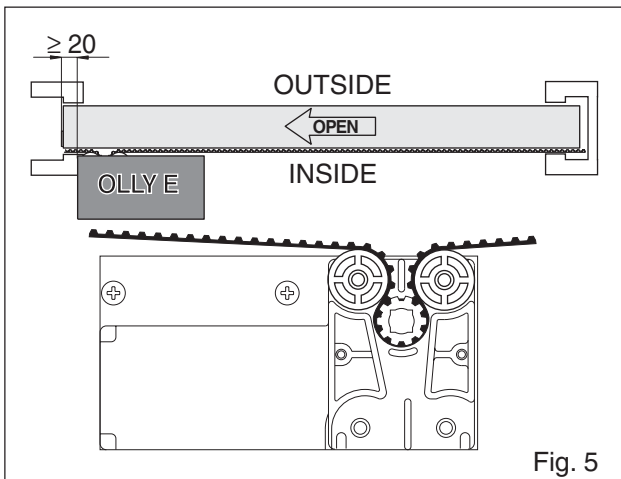
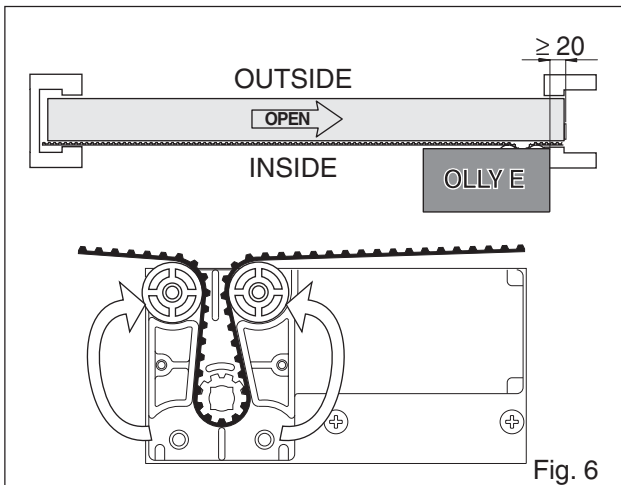
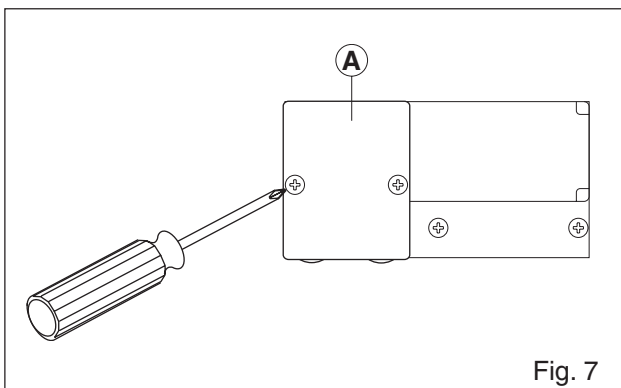

Fig. 5
Fig. 6
Fig. 7
- 3.1 Contrôler la situation d'installation: ouverture à gauche (fig. 5), ouverture à droite (fig. 6).
- 3.2 (Fig. 7) Ôter la plaque [A] et insérer la courroie comme indiqué dans les figures 5 ou 6. Remettre la plaque [A].